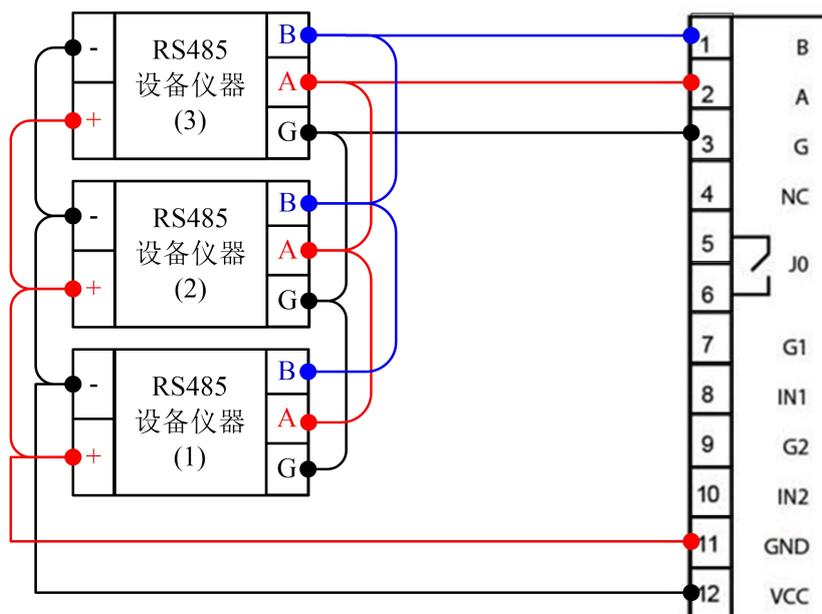

图 2
(2) 多 RS485 设备时，采用“手拉手”接线方式；外接传感器设备（RS485 设备仪器）在电源与网关电源适配的前提下可以由网关供电。接线如图 2：